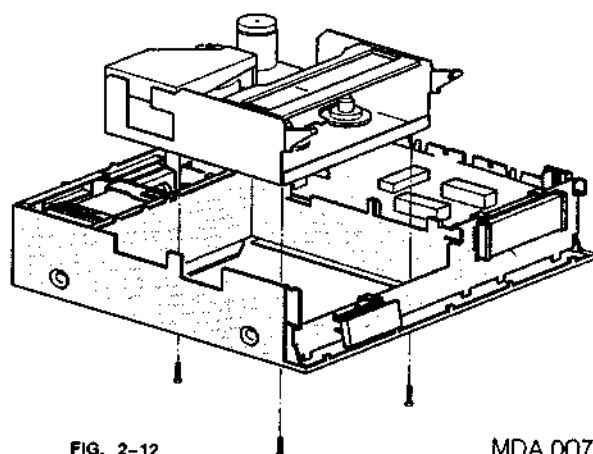

FIG. 2-12
- Na het wegnemen van de onderplaat is de toegang vrij tot de onderzijde van het loopwerk. Door de drie schroeven te verwijderen en de bijbehorende pluggen los te maken kan het loopwerk uit de onderkast getild worden (zie fig 2-12 en 2-13).